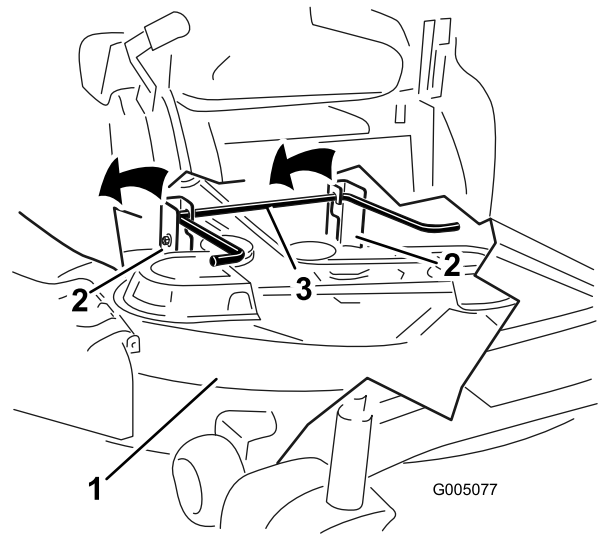

Figure 125
6. Soulevez et déposez le tablier de coupe et les supports de la tige de levage arrière, puis abaissez la tondeuse au sol avec précaution (Figure 125).